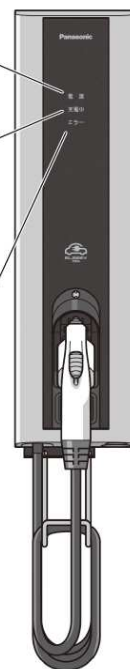

図1. LEDの表示
(図1参照)
- ・異常発生時に点灯し、正常時に消灯する。(図1参照)
- ・異常発生時は、充電中LEDが表5に従って点滅する。(図1参照)